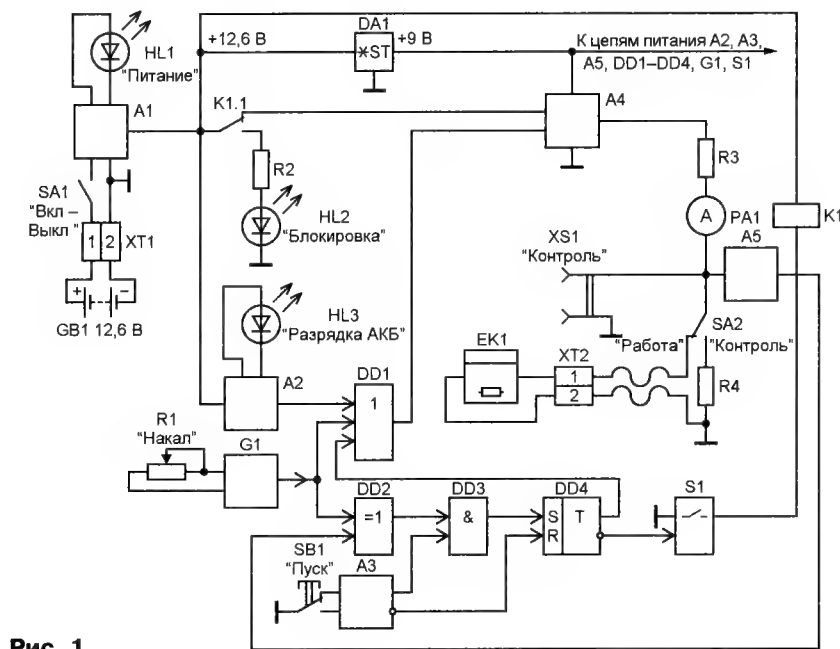

Рис. 1
**Структурная схема** прибора представлена на рис. 1. Он содержит следующие функциональные узлы и элементы: A1 — узел защиты от подключения АКБ GB1 в неправильной полярности; A2 — узел контроля напряжения АКБ; A3 — формирователь импульса запуска; A4 — стробируемый стабилизатор напряжения; A5 — пороговое устройство; DA1 — стабилизатор напряжения питания; DD1 — трёхходовый логический элемент "ИЛИ"; DD2 — двухходовый логический элемент "ИСКЛЮЧАЮЩЕ ИЛИ"; DD3 — двухходовый логический элемент "И"; DD4 — RS-триггер; G1 — генератор прямоугольных импульсов напряжения; K1 — электромагнитное реле; S1 — электронный ключ. Условимся считать, что у логических элементов DD1—DD3 верхний (по схеме) вход — первый, расположенные под ним — соответственно второй и третий.
Интегральный таймер DA1, диоды VD2, VD3, резисторы R1, R2, R5 и конденсаторы C2, C4 образуют генератор прямоугольных импульсов (G1 по схеме на **рис. 1**), частоту следования которых (примерно в пределах 50...500 Гц) регулируют переменным резистором R5; длительность паузы (0,5 мс) между импульсами задаёт резистор R1. Конденсатор C2 — времязадающий, C4 — фильтрующий.